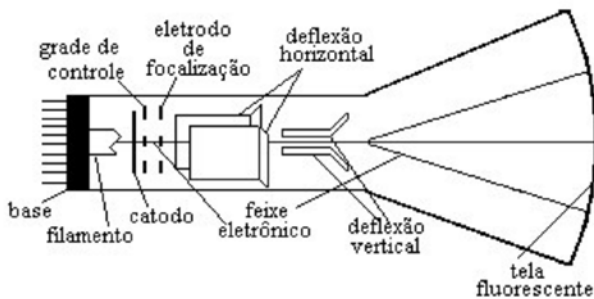

FIGURA 125 - OSCIOSCÓPIO DE TUBO DE RAIOS CATÓDICOS
- **TRC - Tubo de Raios Catódicos** - É composto de um tubo onde se faz vácuo no qual é inserido o canhão eletrônico - filamento aquecido (figura 125).